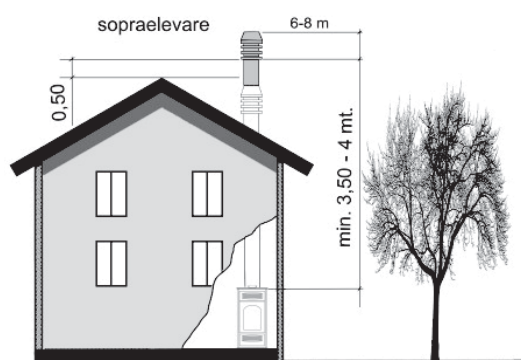
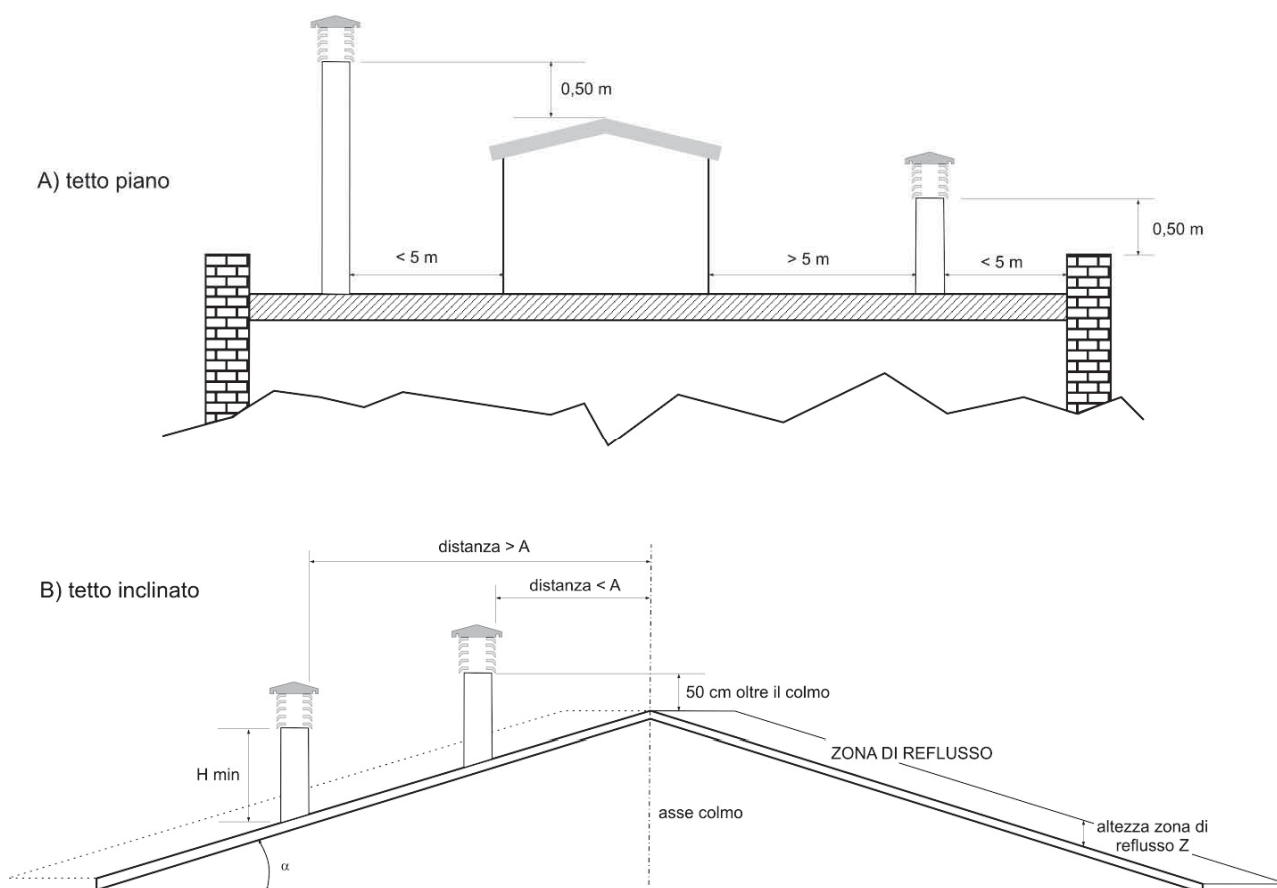

Fig.4
Fig. 5
- Il comignolo deve essere posizionato in modo da garantire un'adeguata dispersione e diluizione dei prodotti della combustione e comunque al di fuori della zona di reflusso. Tale zona ha dimensioni e forme diverse in funzione dell'angolo di inclinazione della copertura, per cui risulta necessario adottare le altezze minime riportate in fig.4 e in fig.5.
- Il comignolo dovrà essere del tipo antivento e superare l'altezza del colmo fig.4 e fig.5.
- Eventuali fabbricati od altri ostacoli che superano l'altezza del comignolo non dovranno essere a ridosso del comignolo stesso (fig.4).